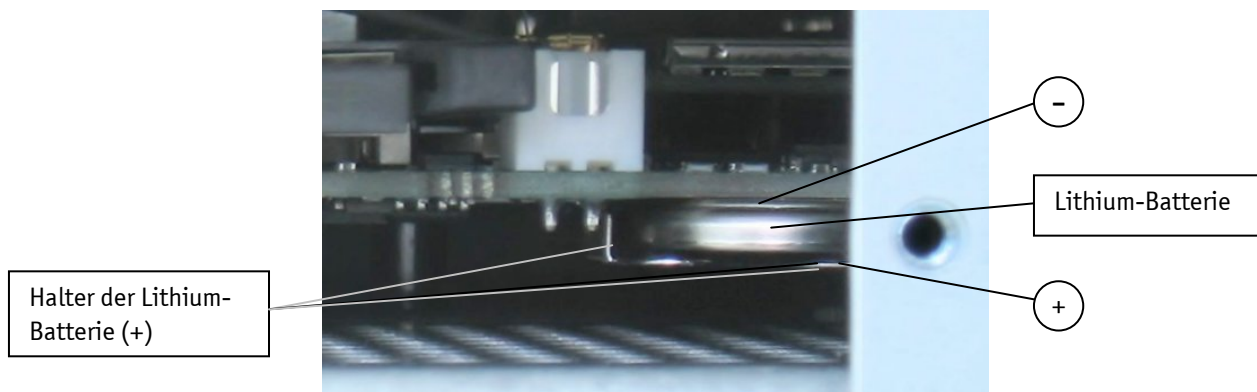

Abb. 27: Rückseite Detail ohne CF-Zugriffsdeckel
3. Entnehmen Sie die Lithium-Batterie aus dem Batteriehalter (siehe Abb. 27) mit einem nicht leitfähigen Werkzeug.
4. Führen Sie die neue Lithium-Batterie in den Halter ein. Achten Sie dabei auf die Polarität der Batterie. Der Plus-Pol muss nach unten (zum Halter) gerichtet sein (siehe Abb. 27).